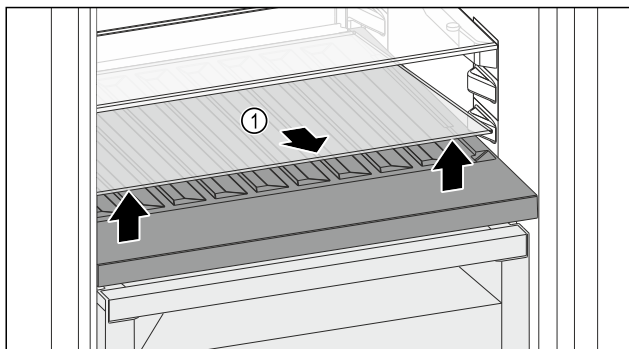

Fig. 116
- ▶ Skleněnou desku Fig. 116 (1) zvedněte za vybrání vpředu a vyjměte ji.
- ▶ Skleněnou desku Fig. 116 (1) uložte bezpečně mimo spotřebič.